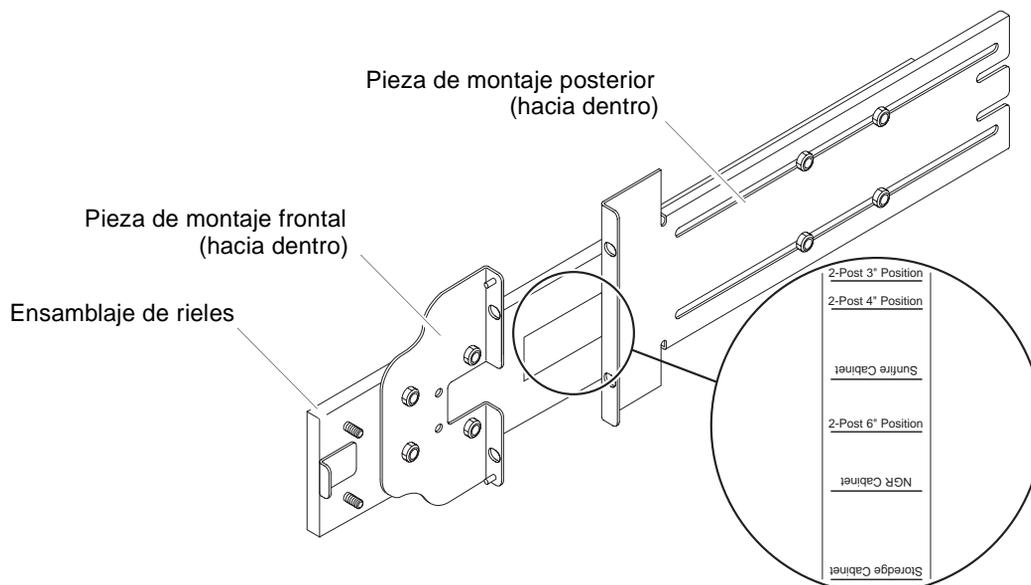

FIGURA 1-2 Ensamblaje de rieles (modificado para instalaciones de dos soportes)
Para instalaciones de dos soportes, puede desmontar y volver a montar los ensamblajes de rieles (FIGURA 1-2). Los ensamblajes de rieles pueden regularse para adaptarlos a un bastidor de dos soportes y 19 pulgadas que tenga una profundidad de 75 a 150 mm.
- 3. Gire la pieza de montaje frontal 180 grados y vuelva a fijarla hacia dentro (FIGURA 1-2).**
5. Gire la pieza de montaje posterior 180 grados para que quede hacia dentro (FIGURA 1-2).